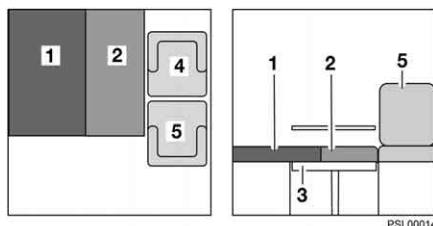

Fig. 45 Dopo la trasformazione
- Portare il cuscino del divano (Fig. 45,2) sul tavolo.
- Posizionare il cuscino dello schienale (Fig. 45,1) sul sedile.
- Spingere il sedile passeggero (Fig. 45,5) il più possibile verso il lato del conducente.
- Avvicinare il più possibile il sedile conducente (Fig. 45,4) al sedile passeggero.